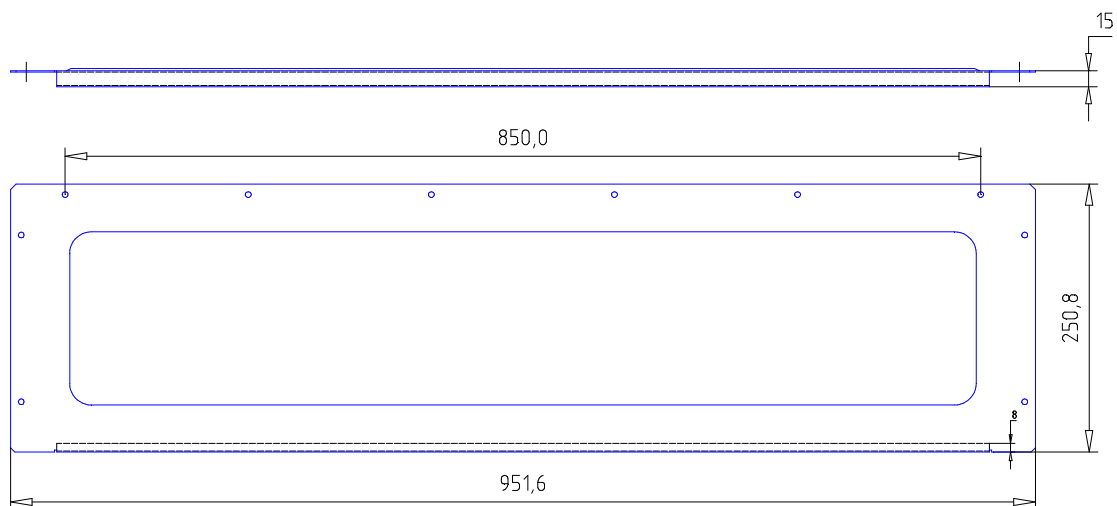
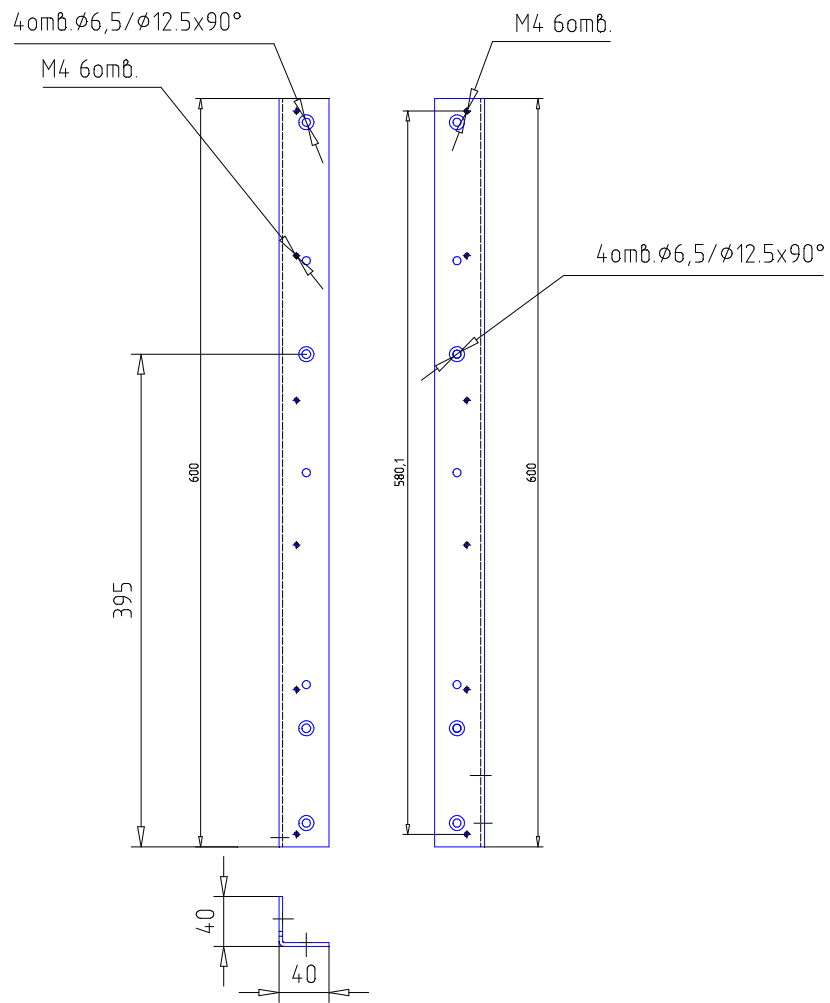
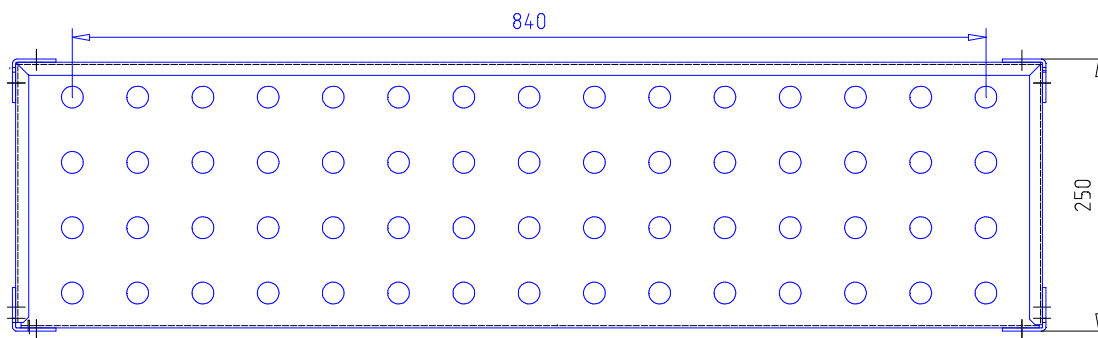

Рисунок 3.1 – Батарейный стеллаж Штиль MBS-01. Крышка верхняя
Рисунок 3.5 – Батарейный стеллаж Штиль MBS-01. Стойка задняя
Рисунок 3.6 – Батарейный стеллаж Штиль MBS-01. Полка
4.2 Соединить винтами М6*16 полки изделия (рисунок 3.6) со стойками задними (рисунок 3.5).
4.3 Соединить винтами М6*16 полки изделия (рисунок 3.6) со стойками передними (рисунок 3.3).
4.6 Закрепить винтами М4*6 верхнюю крышку изделия (рисунок 3.1) на стойках (рисунок 3.5 и 3.6)